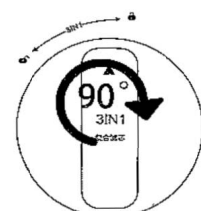

Figure 5
3. Drücken Sie vorsichtig auf das Filterelement und drehen Sie es um 90° im Uhrzeigersinn. Stellen Sie sicher, dass das Dreieckssymbol oben auf dem Filterelement auf das  Symbol zeigt (Abbildung 5).